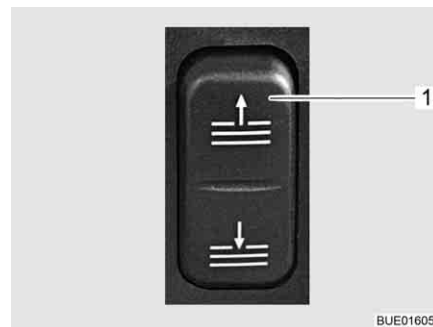

Bild 37 Schalter Sonnenblende
- Obere oder untere Hälfte des Schalters (Bild 37,1) drücken. Die Sonnenblende fährt nach oben oder nach unten, solange der Schalter gedrückt wird.